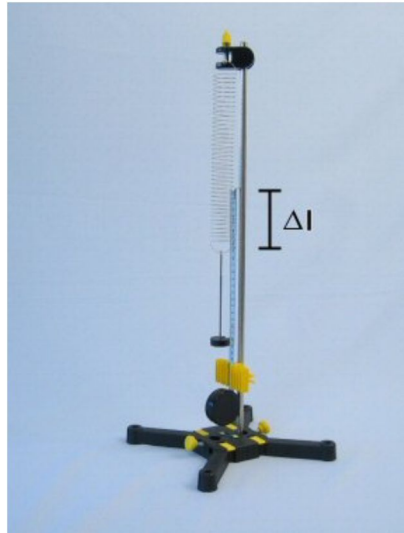

Fig. 10
- Appendi il supporto per pesi ( $m = 10\text{ g}$ ) all'estremo uncinato della molla e registra l'estensione  $\Delta l$  (Fig. 10).